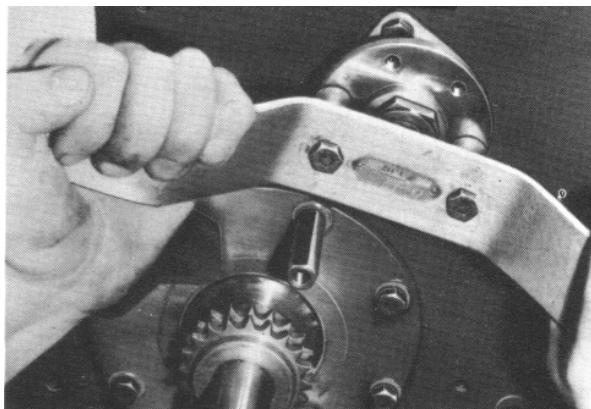

Fig. 42
2. Tourner l'arbre à cames à l'aide d'un levier (Fig. 42) jusqu'à ce que le premier poussoir, c'est-à-dire le plus près de l'avant, soit à sa position la plus haute et ajuster le jeu au culbuteur du 8e culbuteur à 1 mm (0.040").